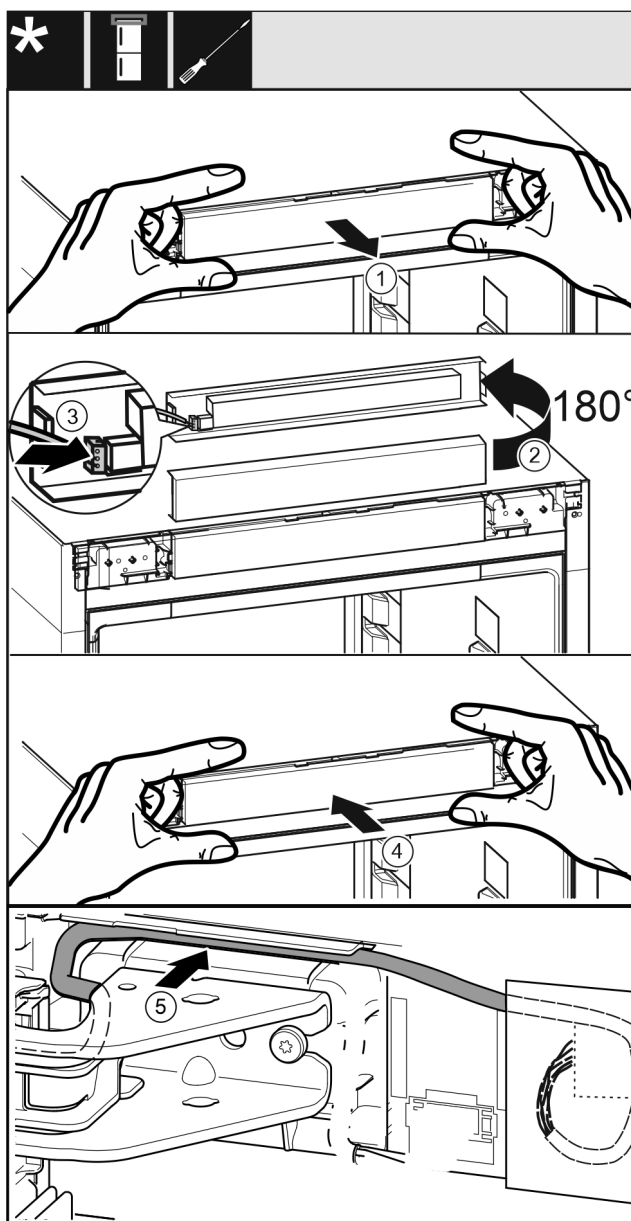

Fig. 38
- Bedienblende Fig. 38 (1) vorsichtig herausnehmen.
- Bedienblende Fig. 38 (2) um 180° nach oben drehen.
- Stecker Fig. 38 (3) an der Bedienteilblende einrasten.
- Bedienblende Fig. 38 (4) wieder am Gerät einrasten.
- Kabel Fig. 38 (5) vorsichtig in der Führung über dem oberen Lagerbock verlegen.